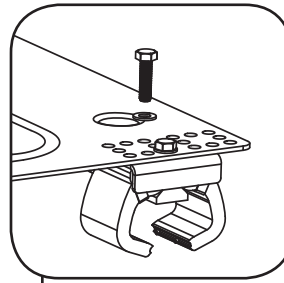

Fig. 4a
1. Une fois que l'espacement du joint debout a été déterminé, fixez un ensemble de pinces encapsulées (X11018) à chacun des quatre (4) coins de la base comme illustré à la fig. 4a. Passez complètement chaque boulon à travers la rondelle et le trou de montage de la base, puis dans le trou correspondant dans la barre de l'assemblage de pinces. Ne pas serrer avant que la base soit fixée sur le toit à joints debout.